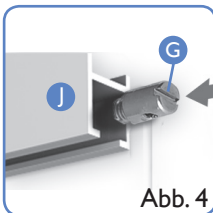

Abb. 4
7. Das Seil **I** mit dem montiertem Schraubgleiter **G** in die Galerieschiene **J** einfädeln. (Abb.4)